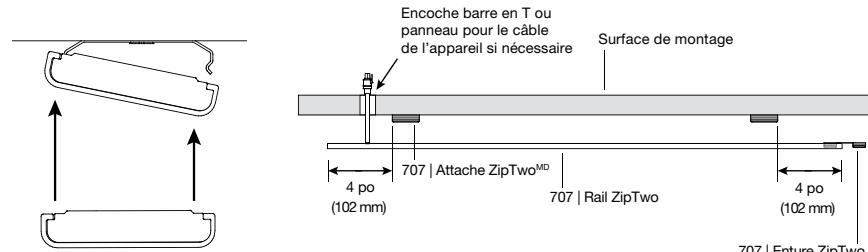

Fig. 37
**REMARQUE :** L'attache est fournie avec des languettes d'alignement pour assurer une installation correcte. L'attache doit être installée comme illustré à la (Fig. 37).